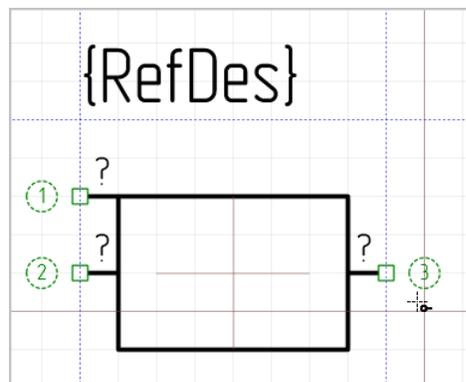

Рис. 184 Увеличение номера вывода
4. После установки одного вывода инструмент «Разместить вывод» продолжает быть активным - он готов для размещения новых выводов. Для каждого нового вывода значение его идентификатора увеличивается на единицу, после «1» будет «2», после «2» будет «3» и т.д, см. Рис. 184.